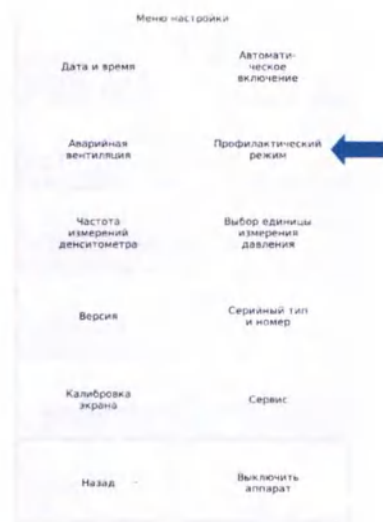

Рисунок 56
- в меню настроек необходимо нажать клавишу «Профилактический режим» (Рисунок 56);